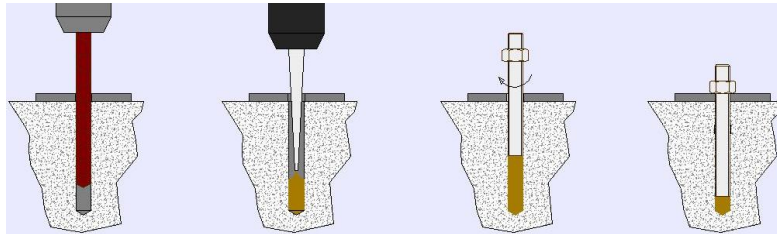

Abb. 5.3-3: Einbringen der Chemiedübel
- ≡ Um die Maschine zu verankern, befolgen Sie die Anweisungen gemäß Abb. 5.3-3.